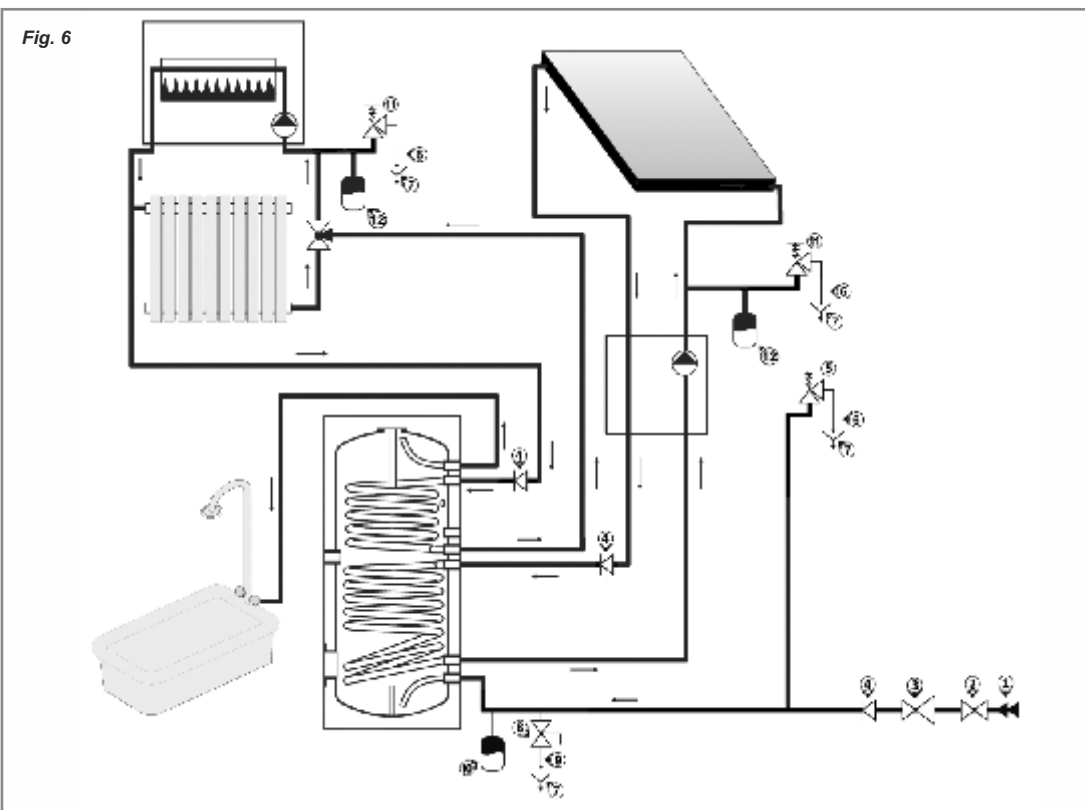

Fig. 6
Предпазен клапан ((11) - **Fig. 6, 7, 8**) в кръга на топлообменника (серпентината) трябва да бъде инсталиран в съответствие с изискванията на проектанта, и с настройка не по-голяма от $P_{nr} = 0,8 \text{ MPa}$ (EN 1489:2000)! Разширителен съд ((12) - **Fig. 6, 7, 8**) е задължителен в съответствие с проекта на инсталацията! Препоръчително е и инсталирането на възвратен клапан (4) с цел при неработещ външен топлоизточник да няма термосифонно циркулиране на флуида и свързаното с това загуба на топлина от бойлера!